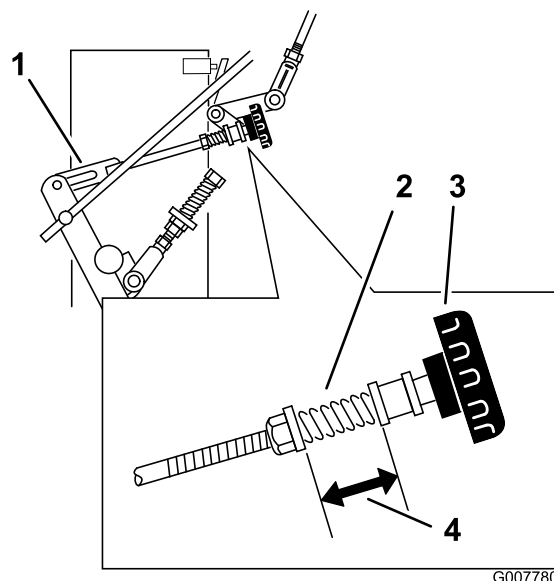

Figura 38
ponteiros do relógio até o pneu começar a rodar para a frente (Figura 38).
4. Rode o botão no sentido dos ponteiros do relógio 1/4 de volta de cada vez. Em seguida, mova a alavanca de controlo de velocidade para a frente e volte para a posição de PONTO MORTO. Repita isto até a roda direita parar de rodar para a frente (Figura 38).
6. A mola que mantém a tensão no botão, normalmente, não precisa de ajuste. No entanto, se for necessário um ajuste, ajuste o comprimento da mola para 26 mm entre as anilhas (Figura 38).
7. Ajuste o comprimento da mola rodando a porca à frente da mola (Figura 38).